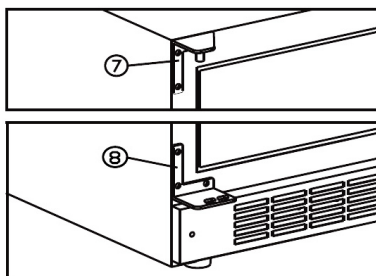

fig. 6.4
- Monter vedlagte venstre top- og bundhængsel (7 + 8). Se fig. 6.4
- Isæt den tidligere afmonterede dørtap (3) i bundhængslet
- Monter døren op i tophængslet (7) og ind på dørtappen (3), fastskru dørtappen (1)